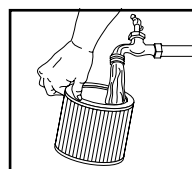

FIGURA 23
28. O enjuague el mismo (desde el interior del filtro) con agua. **FIGURA 23.** Seque completamente (aproximadamente 24 horas).